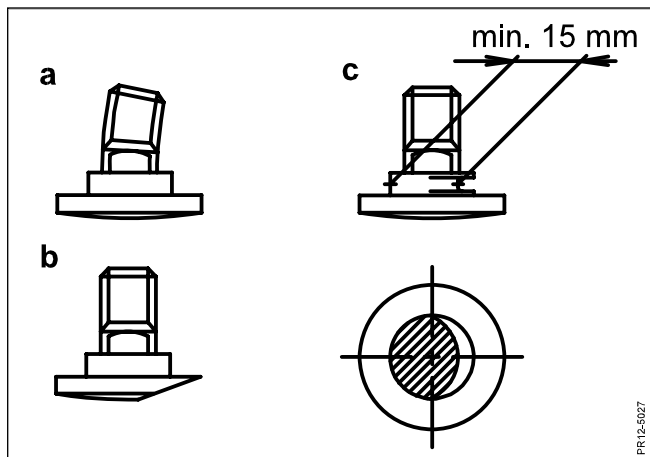

Fig. 6-6
- Fig. 6-6 Knivbultarna skall bytas ut om: